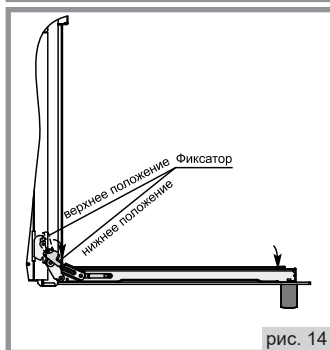

рис. 14
2. Повернуть фиксатор шарнира в крайнее нижнее положение см. рис. 14;